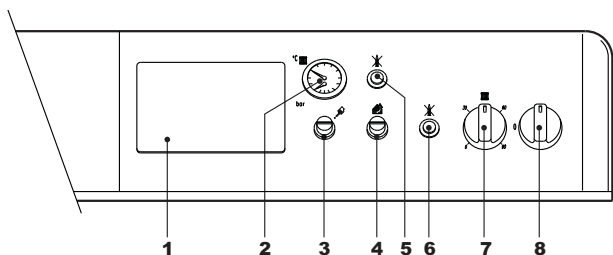

fig. 1 - Pannello comandi
- Portare l'interruttore di caldaia "8" sulla posizione 1 (fig. 1).
- Qualora la caldaia venga dotata di una centralina elettronica termostatica, montata in posizione 1 di fig. 1, l'utente dovrà tenere conto anche delle istruzioni fornite dal costruttore della stessa.
Ruotando la manopola 7 di fig. 1 in senso orario la temperatura dell'acqua di riscaldamento aumenta, in senso antiorario diminuisce. La temperatura può essere variata da un minimo di 30° ad un massimo di 90°. Consigliamo comunque di non far funzionare la caldaia al di sotto dei 45°.
Impostare tramite il termostato ambiente la temperatura desiderata all'interno dei locali. Su comando del termostato ambiente la caldaia si accende e porta l'acqua impianto alla temperatura impostata dal termostato di regolazione caldaia 7 di fig. 1. Al raggiungimento della temperatura desiderata all'interno dei locali il generatore si spegne.
La pressione di caricamento ad impianto freddo, letta sull'idrometro caldaia part. 2 di fig. 1, deve essere di circa 1,0 bar. Qualora durante il funzionamento la pressione dell'impianto scendesse (a causa dell'evaporazione dei gas disciolti nell'acqua) a valori inferiori al minimo sopra descritto, l'utente dovrà, agendo sul rubinetto di caricamento, riportarla al valore iniziale. A fine operazione richiudere sempre il rubinetto di riempimento.